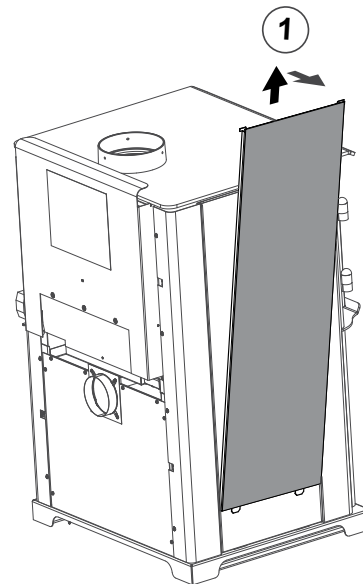

Figure 17.4
- 1. Retirez le panneau complet du côté en le soulevant et en le retirant de l'appareil (utilisez un outil plat afin de forcer le bas au besoin) (**Figure 17.4**).
1. Retirez le cadre des tuiles du côté de l'appareil en le soulevant et le retirant de l'appareil (**La figure 17.4 présente le retrait du panneau latéral complet**).